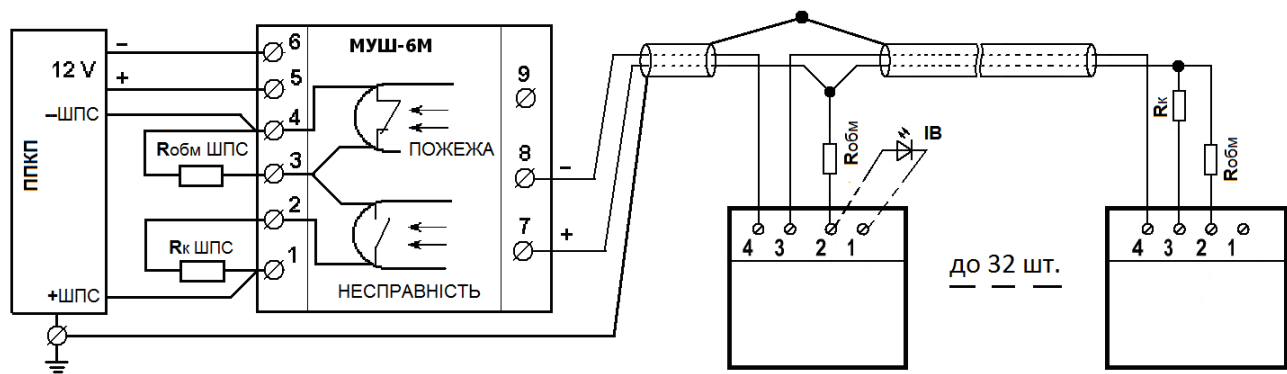

Рис. 6 Схема підключення сповісвачів з базою Б100 до ППКП за допомогою "Модуля узгодження шлейфа" МУШ-6
6.4 Схема підключення сповіщувача до ППКП наведена на Рис. 3 - Рис. 6.